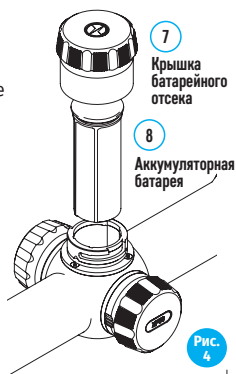

Рис. 4
- Поверните против часовой стрелки и снимите крышку батарейного отсека (7) (Рис.4).
- Установите батарею (8) по специальным направляющим в предназначенный для нее батарейный отсек в корпусе прибора.
- Закройте крышку батарейного отсека (7), повернув по часовой стрелке.